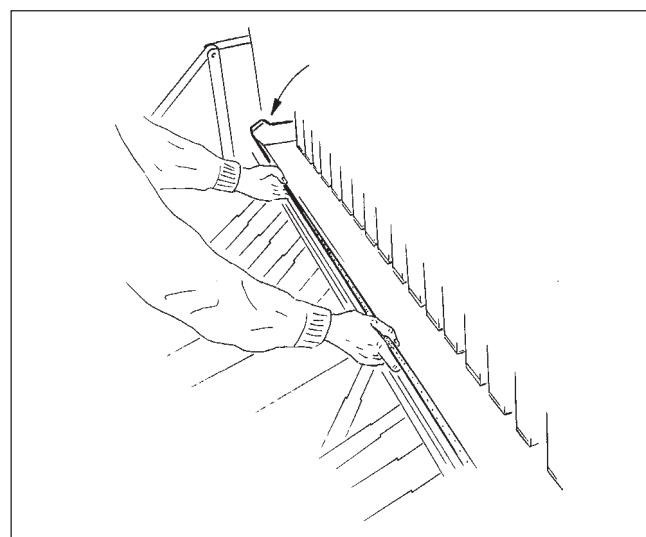

Рис. 6.7
- Лотки (Рис. 6.7) установите на панелях с воронками.